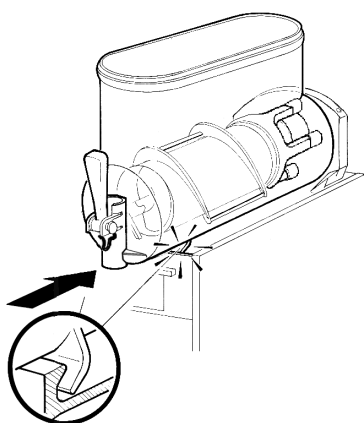

figura 16
- 7 - Montar el contenedor y empujarlo hacia la pared posterior, controlando que calce completamente en la junta y, al mismo tiempo, que sus ganchos inferiores coincidan con las correspondientes salientes del plano de goteo (ver figura 16).